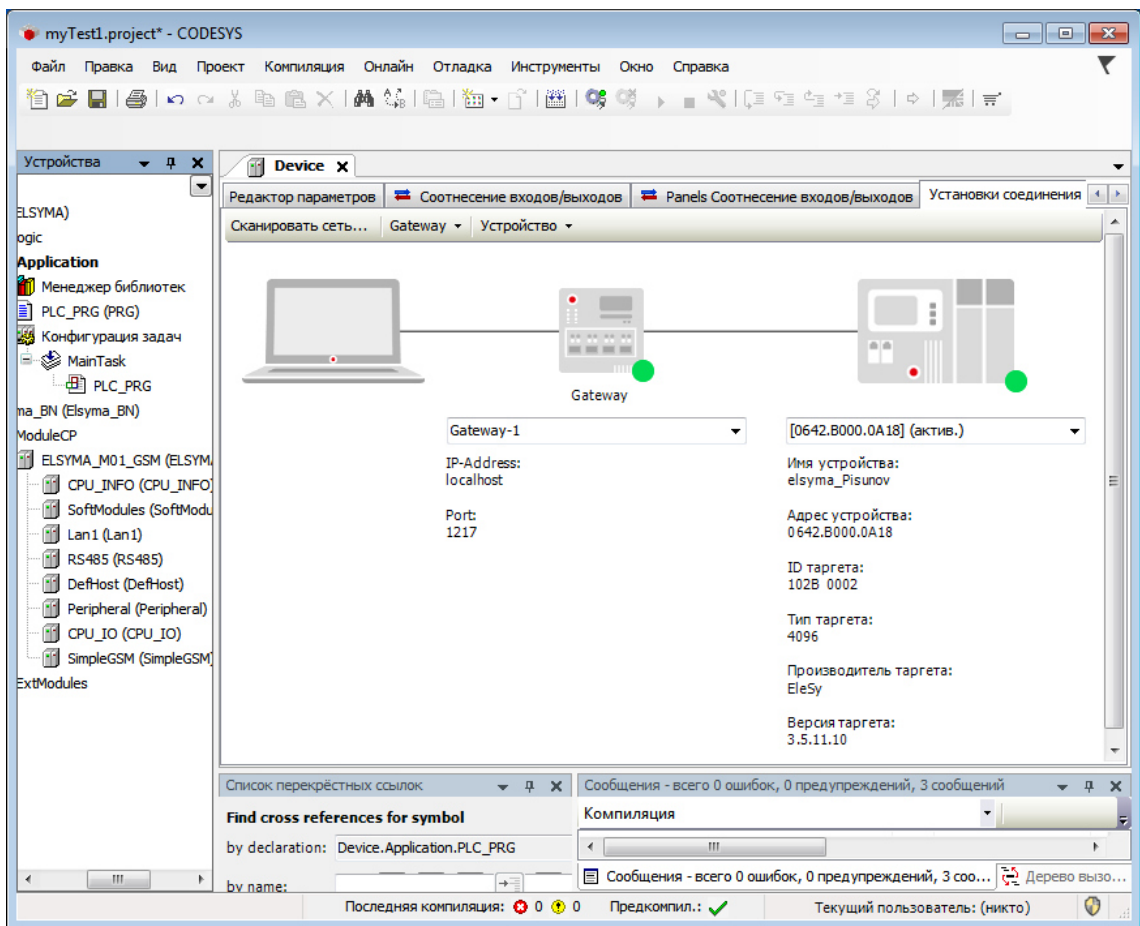

Рисунок 3.7 – Закладка *Установка соединения*. Добавление шлюза связи
2. Найти закладку *Установка соединения* (рисунок 3.7) и выбрать в меню *Gateway* команду *Add new gateway....*
4. На закладке *Установки соединения* (рисунок 3.7) нажать кнопку *Scan network...* для получения списка доступных устройств.